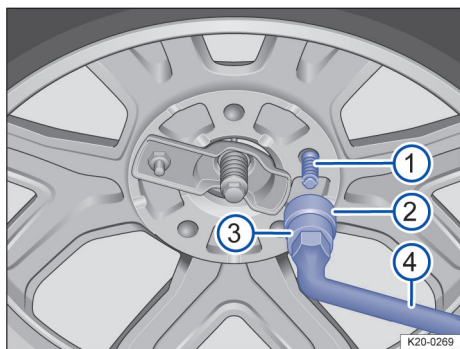

Fig. 211 Colocar el antirrobo
2. Empurrar la llave de vaso sobre el tornillo de cabeza cuadrada ①.
6. Comprobar que el perno roscado → fig. 211 ① se insiere en un orificio para tornillo de rueda.
1. Girar manualmente en el sentido horario la tuerca de seguridad → fig. 211 ② con el adaptador del antirrobo → fig. 211 ③ de la caja de herramientas de a bordo en el perno roscado → fig. 211 ①.
2. Colocar el adaptador del antirrobo ③ y la llave de rueda ④ en la tuerca de seguridad.
3. Apretar la tuerca de seguridad con la llave de rueda ④.